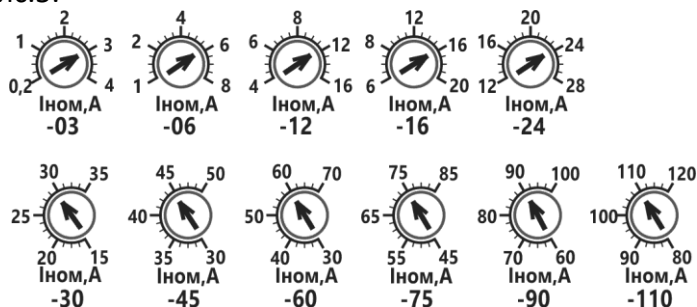

Рисунок 5 Диапазоны настройки **Iном**
1.7.2 Номинальный ток электродвигателя «**Iном,А**» используется для функции электронной тепловой защиты электродвигателя (см. таблицу 8, код защиты А3), а также в качестве базового для настройки «**Iоткл, %**», «**Iпуск, %**», «**Iтрм, %**». Диапазоны настройки потенциометров для исполнений по току приведены на рис.5.